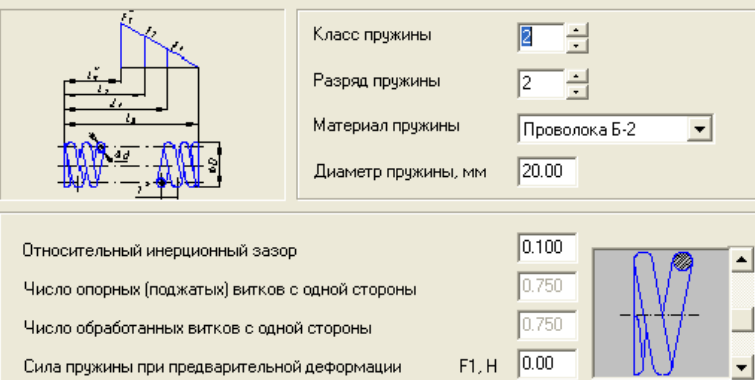

Рис. 26.50. Диалоговое окно КОМПАС-SPRING. Проектный расчет пружины сжатия
- ◆ в этом окне нажмите кнопку **Проектный расчет**. Система выведет на экран следующее окно **КОМПАС-SPRING. Проектный расчет пружины сжатия** (рис. 26.50), где задайте необходимые параметры пружины;